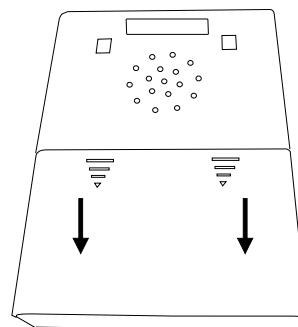

Figure 1 : Compartiment à piles du récepteur « signolux »
- a) A l'arrière du boîtier se trouve le compartiment à piles qui s'ouvre en glissant prudemment le couvercle vers le bas (voir fig. 1).